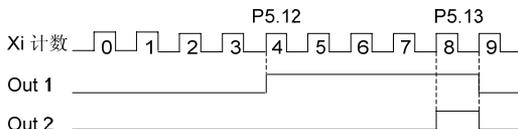

图 6-18 预置和到达计数值给定示意图
2、 Y_i 端子设置为“10: 预置计数值动作”, 动作时序如图 6-18 中 Out1, 在计数值处于 P5.12 与 P5.13 之间时输出有效电平。
Y_i 端子设置为“11: 到达计数值动作”, 动作时序如图 6-18 中 Out2, 在计数值到达 P5.13 后输出有效电平并保持到计数值开始变化。